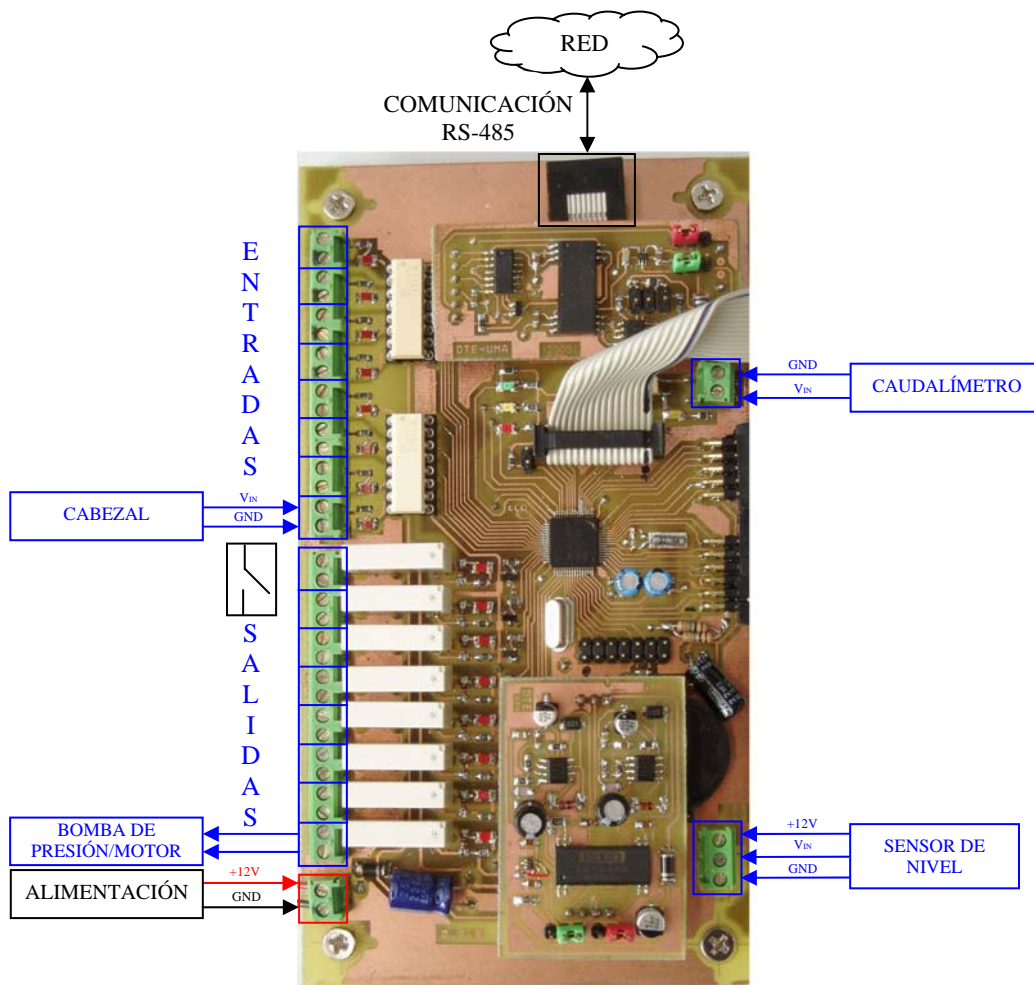

Figura D.2.1.
2. Conectar cada Salida a una electroválvula como muestra la figura D.2.1. No importará su orden, puesto que serán configurables a través del Menú.
3. Si existe Sensor de Nivel, conectarlo como muestra la figura D.2.1.
4. Si existe Sensor de Caudal, conectarlo como muestra la figura D.2.1.
5. Si la instalación de riego viene prevista de sistema de filtrado, conectarlo a la Entrada número 8, como muestra la figura D.2.1.
6. Si existe una Bomba de presión/Motor, conectar su señal a la Salida número 8 como si se tratara de un interruptor. Se muestra la figura D.2.1.
7. Para crear una conexión de red mediante comunicación RS-485, conectar a través del conector RJ-45 como muestra la figura D.2.1.